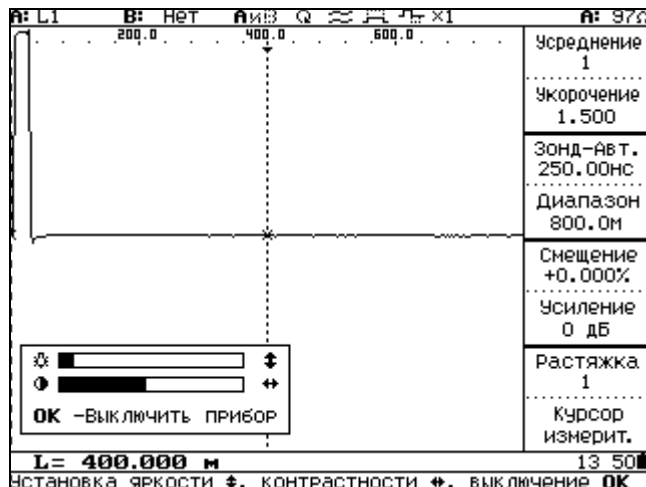

Рисунок 6.5
6.3.5 Выключение прибора, изменение яркости и контрастности отображения выбирается нажатием кнопки . В левом нижнем углу появится меню (рисунок 6.5).